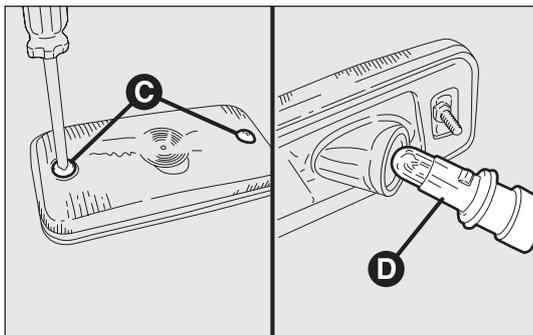

fig. 199
- svitare le due viti di fissaggio C-fig. 199 e rimuovere il fanale;